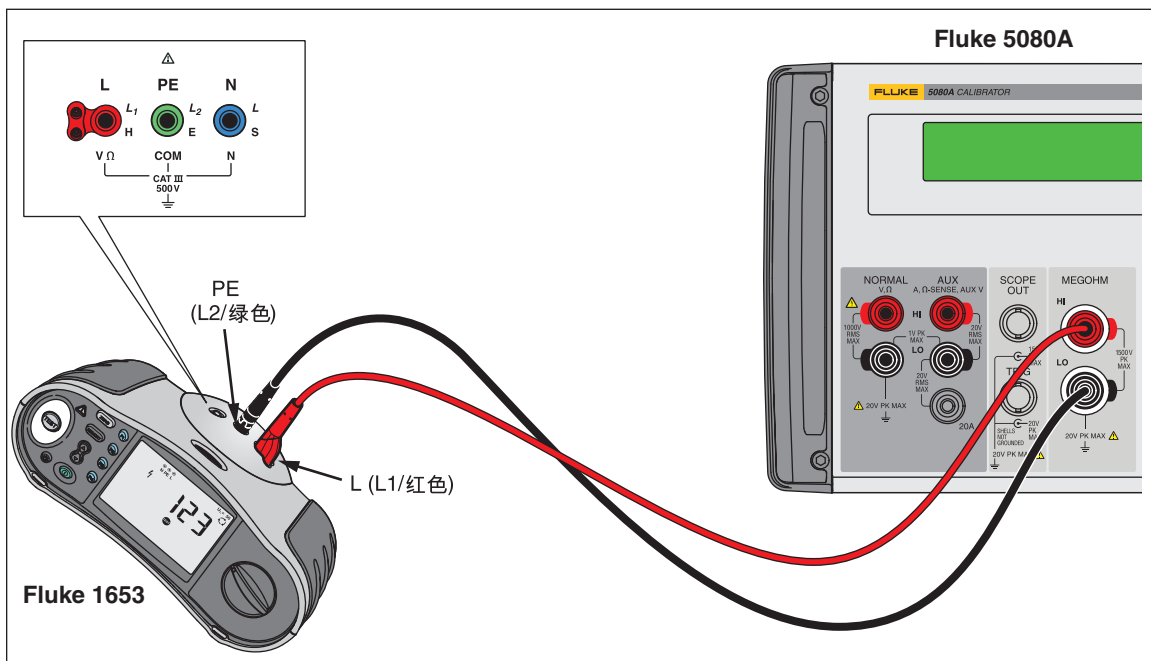

图 4. 校准绝缘测试仪的绝缘电阻
利用高电阻源功能可校准绝缘测试仪/兆欧表、安装测试仪、电器安全测试仪及电气安全分析仪上的绝缘电阻功能。图 4 至 8 所示为将校准器连接至 5 种不同类型 UUT 进行绝缘电阻校准的连接方法。
3. 根据 UUT 的类型，按图 4 至 8 所示将 UUT 连接至校准器。